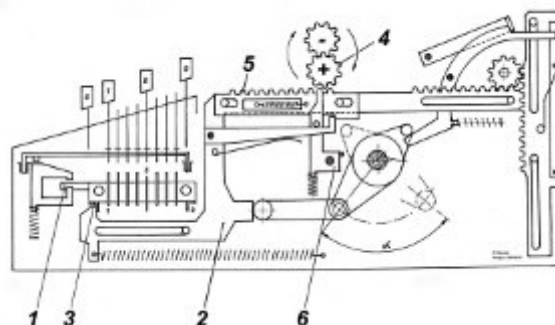

Abb. 10: Zwischen- und Endsumme
abgefragt werden (Abb. 10).
Mit der Nichtrechentaste ist eine Sperrfunktion gekoppelt, die das Einschwenken des Zählrädersatzes (4) in die Übergabe-Zahnschienen (5) verhindert (Abb. 10).